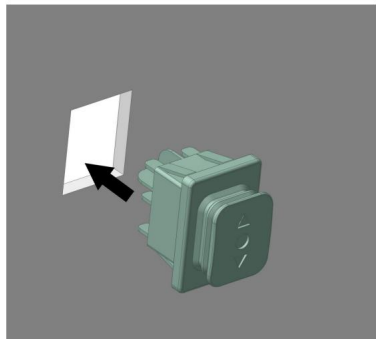
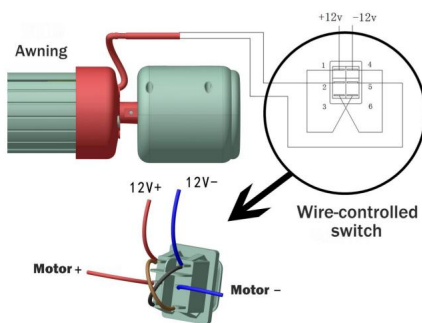

Figura D20
Figura D21
4.1 En primer lugar, instale el interruptor de control del cable en una posición adecuada dentro del vehículo (Figura D20). Una vez instalada la cubierta, introduzca el cable del motor en el vehículo y conéctelo según la Figura D21. Se recomienda utilizar un cable de alimentación de 2 núcleos con 1,5 mm o más y una longitud de cable RVV2 de no más de 3 m para el cable de alimentación del motor (es necesario preparar la parte del cableado dentro del automóvil).